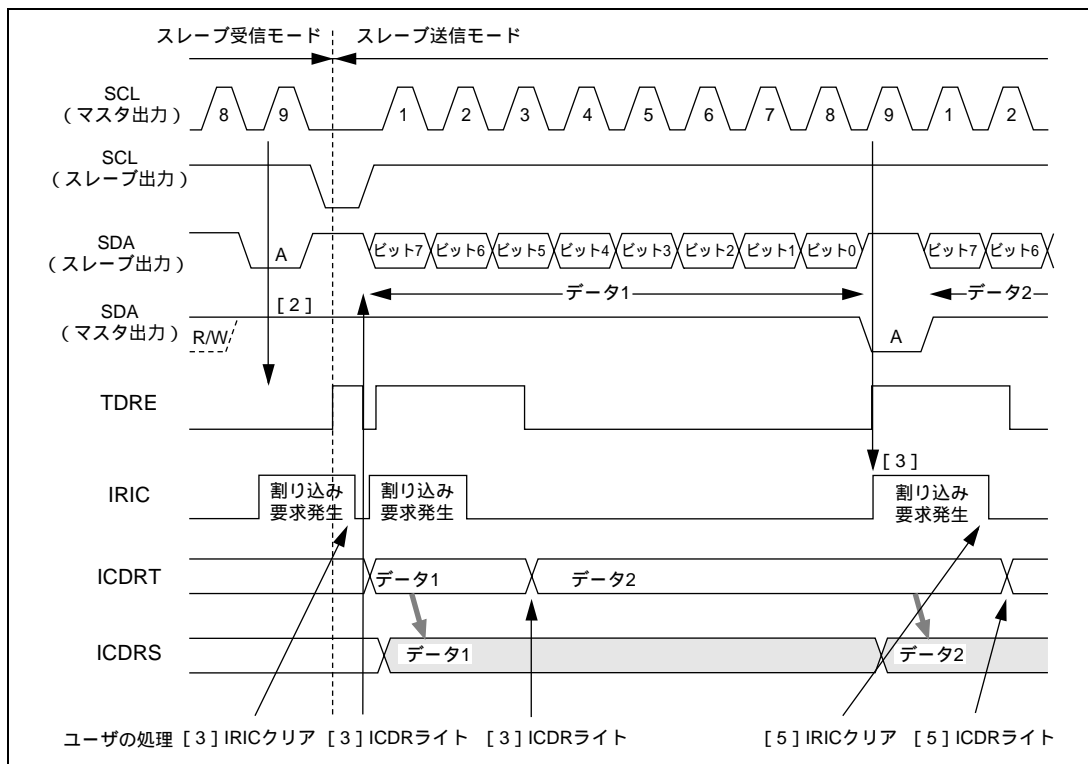

図 23.11 スレーブ送信モード動作タイミング例 (MLS=0 のとき)
- [3] IRICフラグを0にクリア後、ICDRにデータをライトします。このときTDRE内部フラグは0にクリアされます。ライトされたデータはICDRSに転送され、TDRE内部フラグおよびIRIC、IRTRフラグが再び1にセットされます。IRICフラグを0にクリア後、ICDRに次のデータをライトします。スレーブデバイスは図23.11で示すタイミングでマスタデバイスが出力するクロックにしたがい、ICDRにライトされたデータを順次送信します。